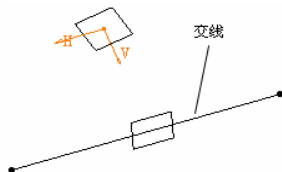

图 2-19
- 选择 Intersection Plane (相交平面) 的方式, 草图的坐标轴以用户选择的 3D 空间平面与草图平面的交线为方向参考, 如图 2-19 所示。